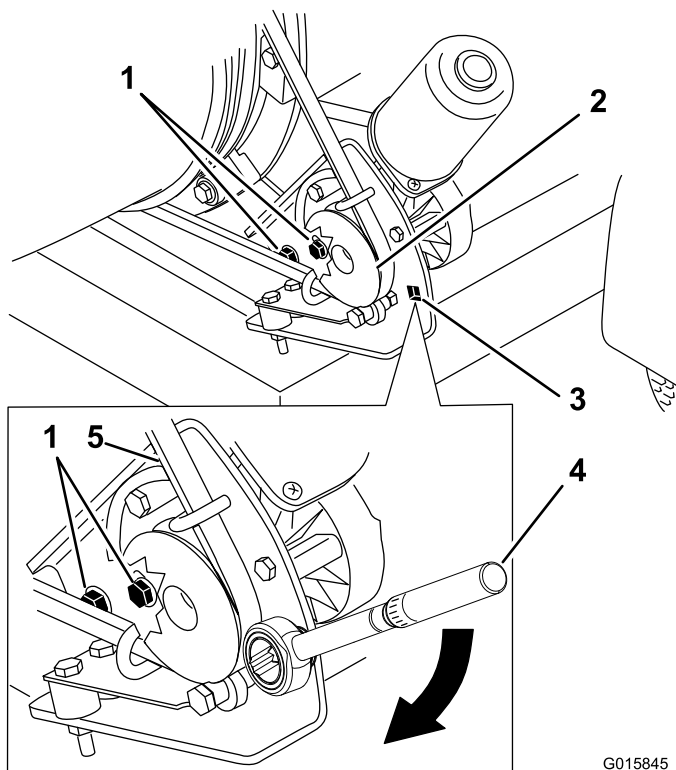

Figura 30
1. Desaperte os parafusos que fixam o suporte de montagem da polia ao chassi do soprador (Figura 30).
2. Coloque uma chave dinamométrica no suporte de montagem da polia (Figura 30).
3. Rode o suporte de montagem da polia afastando-o do bico até que chave indique 22,6–26,0 N·m (Figura 30).